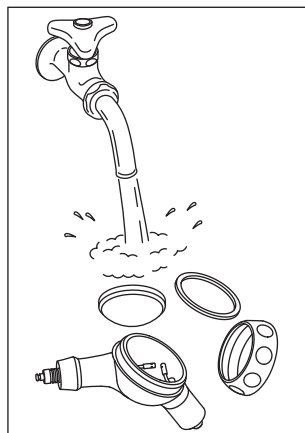

Fig. 20
3) Éliminez la poudre Perio Mate adhérent à l'intérieur du compartiment à poudre et de son couvercle sous l'eau courante. (Fig. 20)